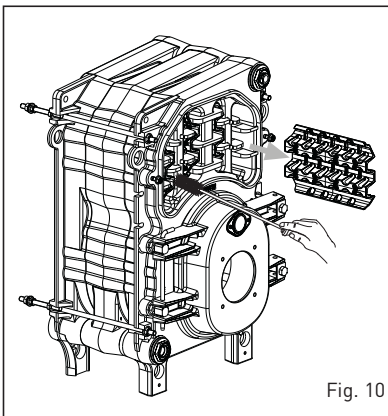

Fig. 10
3.3.1 Lato fumi caldaia (fig. 10)